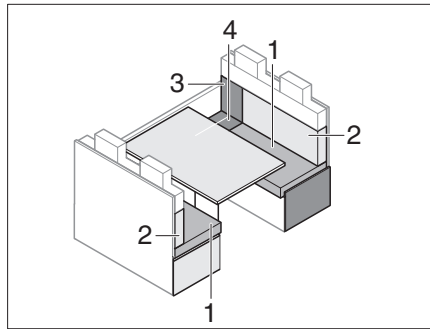

Bild 198 Vor dem Umbau
- Rückenpolster (Bild 198,2) entfernen und zur Seite legen.